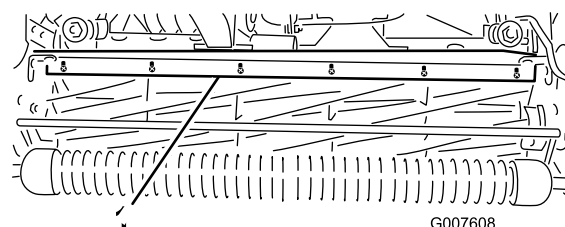

Figura 46
- Allentate le viti che fissano la barra superiore (Figura 46) all'apparato di taglio.